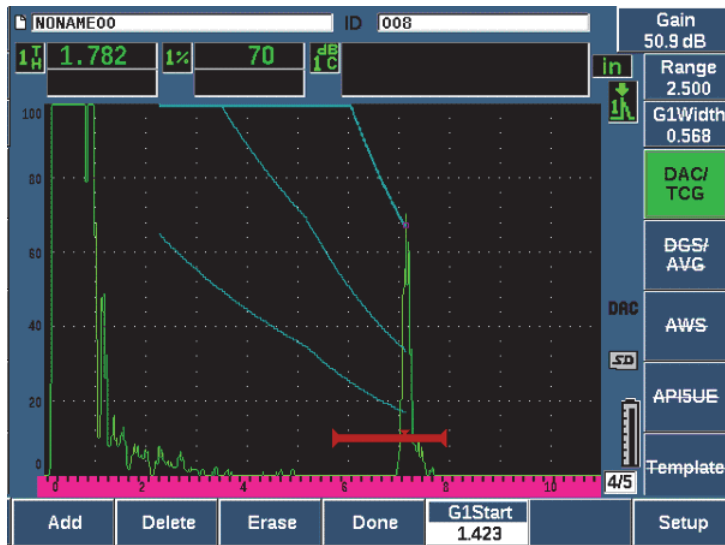

Figure 11-5 Courbe DAC partielle avec tous les échos à 80 % de la hauteur plein écran
7. Refaites la capture jusqu'à ce que la courbe soit construite (voir la Figure 11-5 à la page 254.)
Dans l'exemple ci-dessus (Figure 11-5 à la page 254), l'appareil trace une courbe à trois niveaux, du premier point au second point. La fonction AUTO XX% est utilisée pour amener le second point à 80 % de la hauteur plein écran. Cela permet d'acquérir le point de façon précise, car la résolution est meilleure sur les échos élevés. Cela amène aussi le premier écho acquis à 110 % de la hauteur plein écran, de sorte que la courbe DAC principale et la courbe d'alarme à -6 dB sont ramenées de l'extérieur de l'écran vers le second point.